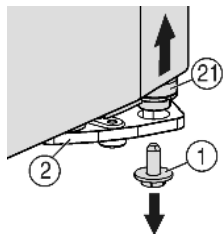
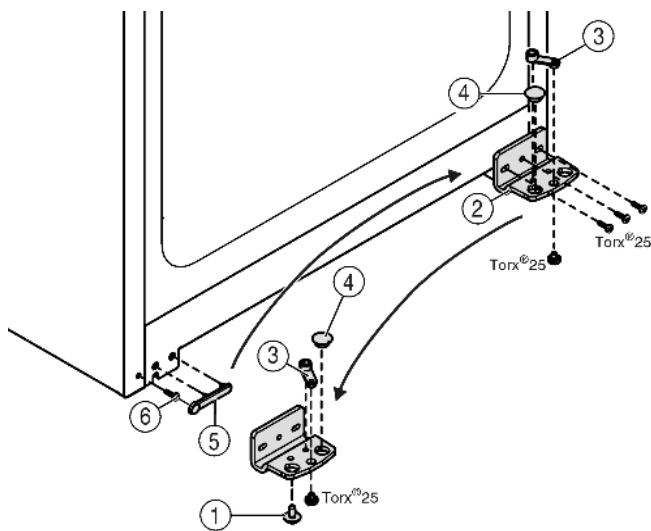

Fig. 4
Fig. 5
- ▶ Внизу справа на опорном кронштейне выкрутите фиксирующий винт *Fig. 4 (1)*.
- ▶ Опорный палец *Fig. 4 (21)* можно извлечь из опорного кронштейна *Fig. 5 (2)*.
- ▶ Если установочный винт *Fig. 4 (21)* не откручивается, его можно вынуть, нажав на него снизу.
- ▶ Открутите опорный кронштейн *Fig. 5 (2)*.
- ▶ Открутите опорную деталь *Fig. 5 (3)* и, переставив в отверстие на противоположной стороне опорного кронштейна, снова прикрутите.
- ▶ Извлеките заглушку *Fig. 5 (4)* из опорного кронштейна и переставьте ее в отверстие на противоположной стороне опорного кронштейна.
- ▶ Осторожно снимите крышку со стороны ручки *Fig. 5 (5)*.
- ▶ Выкрутите болт *Fig. 5 (6)* и вкрутите на противоположной стороне.
- ▶ Снова установите крышку *Fig. 5 (5)*.
- ▶ Снова прикрутите опорный кронштейн *Fig. 5 (2)* на новой стороне шарнира (с моментом 4 Нм). При необходимости используйте аккумуляторный шурупверт.
- ▶ Вкрутите фиксирующий винт Fig. 4 (1) внизу в опорный палец и затяните (с моментом 4 Нм).